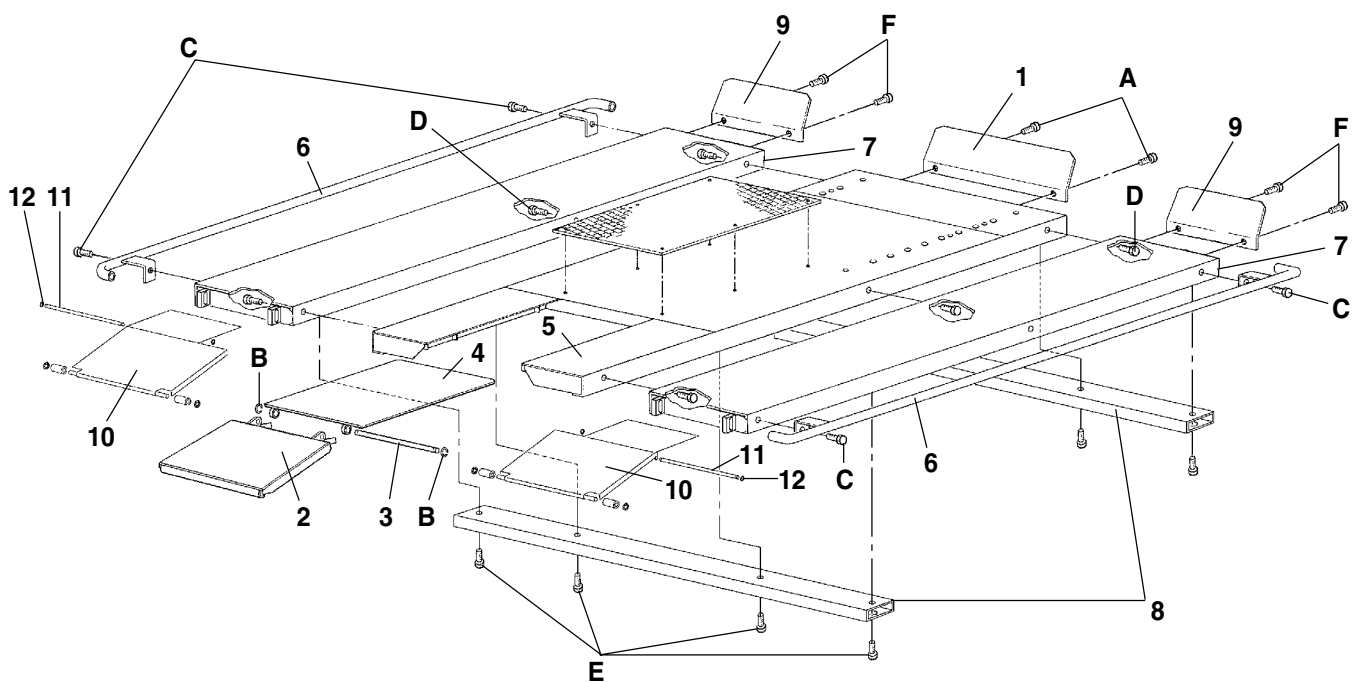

Fig.15
5.12 MONTAGGIO ALLARGAMENTI KP 1396 TE - TP (rif. fig. 15)
5.13 MONTAGGIO SALVAPIEDITE - TP (rif. fig. 15)
5.12 ASSEMBLING EXTENSIONS KP 1396 TE - TP (ref. fig. 15)
5.13 FITTING THE FOOT GUARD DEVICES TE - TP (ref. fig. 15)
5.12 MONTAGE DER VERBREITUNGEN KP 1396 TE - TP (Bez. Abb. 15)
5.13 MONTAGE DER FUSSABWEISER TE - TP (Abb. 15)
5.12 MONTAGE ELEMENTS D'ELARGISSEMENT KP 1396 TE - TP (réf. fig. 15)
5.13 MONTAGE PROTECTIONS PIEDS TE - TP (réf. fig. 15)
5.12 MONTAJE ELEMENTOS DE ENSANCHAMIENTO KP 1396 TE - TP (rif. fig. 15)
5.13 MONTAJE PROTECCIÓN PIES TE - TP (ref. fig. 15)